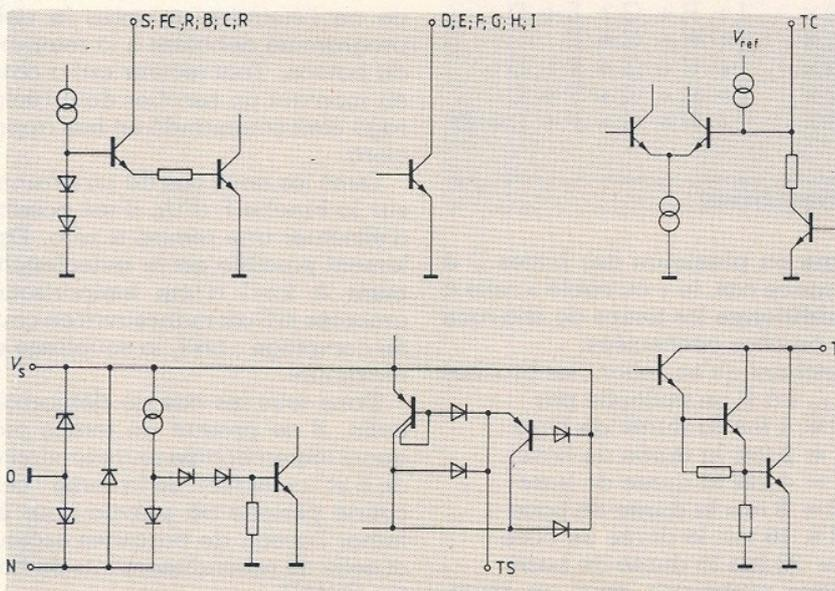

Figure 6
Il s'agit d'un circuit intégré bipolaire qui ne requiert aucune précaution particulière de manipulation. La figure 6 précise la structure interne terminale des broches accessibles. La masse de la puce est la broche (1), et le positif d'alimentation globale est + U_s (broche 18) ; la Zener qui les relie est une 6,8 V ainsi que celle disposée entre N et 0.